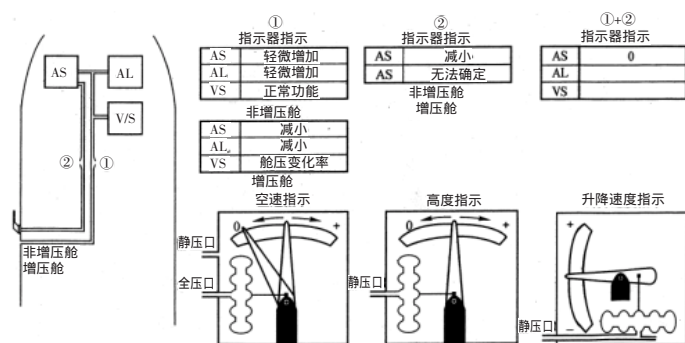

图1 全静压管泄漏对仪表显示产生的影响
如图1①表所示,在飞行过程中,静压管在无压舱中泄漏。此时静压管的静压比正常压力略小,因此高度表的高度指示将略有增加。总压不受影响,动态压力略有增加,空速指标略高于正常值。升降速度表显示了在管道泄漏后,针跳动后的正确值。
如图1中的②所示,在飞行过程中,静压力管在加压舱内泄漏,压舱压力从断点处压下,静压力管内的静压比正常压力高,高度表的高度指示降低。由于总压不受影响,动态压降较小,空速指示比正常值小;升降速度指示器的方向取决于增压舱的压力变化速率。